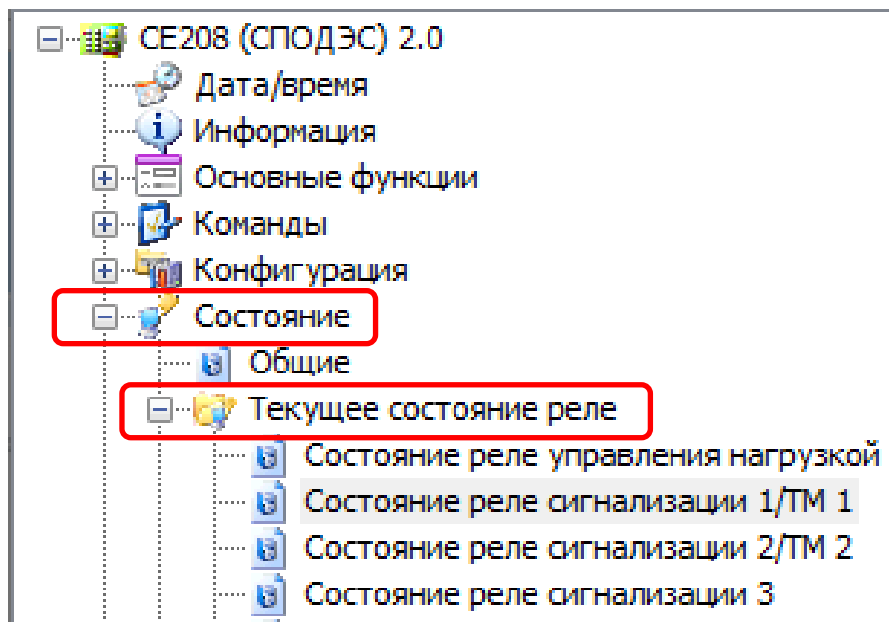

Рисунок 138 – Вкладка «Состояние→Текущее состояние реле»
6.8.4.1 Для всех реле предусмотрен параметр «Текущее состояние реле», доступный для чтения по интерфейсу в ТПО *AdminTools* в разделе «Состояние» → «Текущее состояние реле», (см. рисунок 138) и отображаемый в специальном окне на ЖКИ.